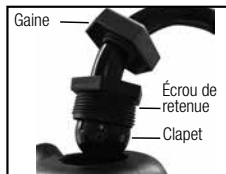

Figure 2
3) Débranchez le bras de raccordement du dessus de l'assemblage de pompe (voir la section couvrant l'installation de la poignée de pompe). (figure 2).